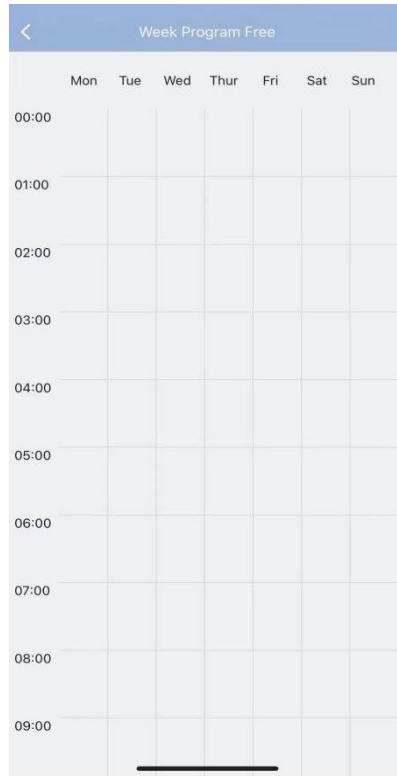

Imagen 10
5. Al entrar en Programa semanal libre, puedes elegir la temperatura adecuada durante 24 horas para cualquier día de la semana, como se muestra en la imagen 10.